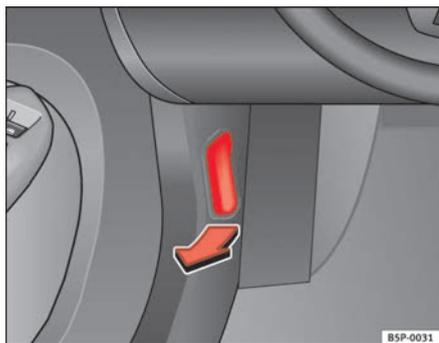

Fig. 160 Pormenor na zona dos pés do lado do condutor: alavanca desbloqueadora do capot.
- Puxar a alavanca que se encontra debaixo do painel de instrumentos ⇒ fig. 160 no sentido indicado pela seta. O capot fica destrancado pela acção da mola ⇒ ⚠.